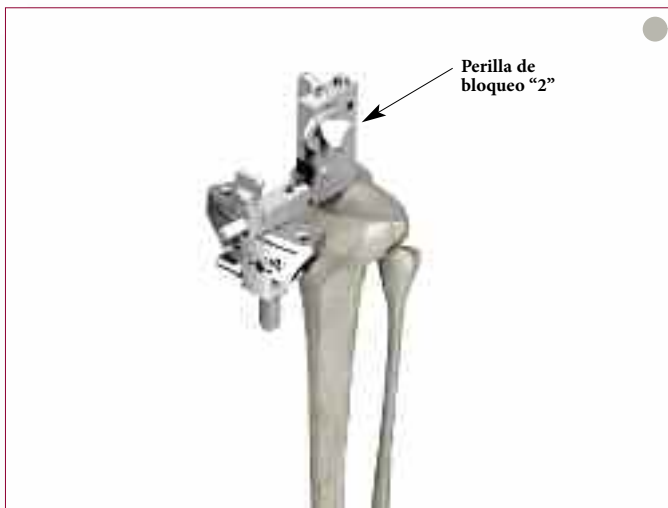

Figura 54
- ▶ Si se requiere una mayor inclinación posterior, afloje la perilla de bloqueo “2” y configure la inclinación deseada. Una vez conseguida la inclinación correcta, ajuste firmemente la perilla de bloqueo “2” para configurar la posición final de la plantilla guía (Figura 54).